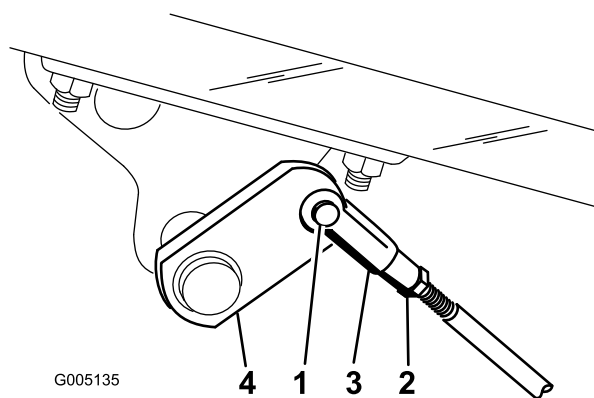

Figura 58
2. Se os travões não bloquearem de forma idêntica, desengate as barras dos travões, retirando o respectivo contrapino e pino da manilha (Figura 58).
3. Liberte a porca de bloqueio e efectue o ajuste da manilha (Figura 58).
4. Monte a cavilha no eixo do travão (Figura 58).